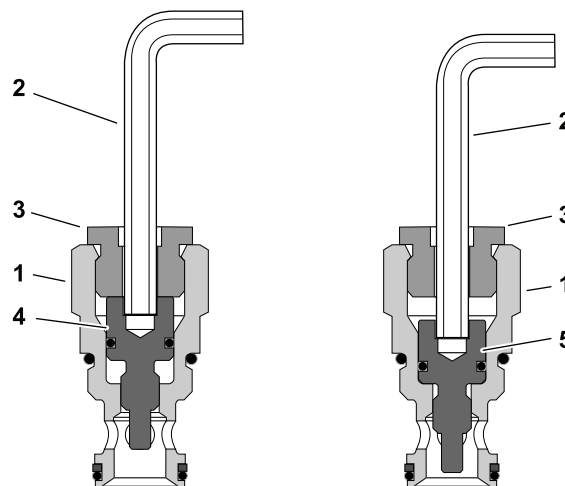

Figura 64
3. Ponga los émbolos en la posición de desvío insertando una llave allen (6 mm) a través del tapón y girando el émbolo en sentido horario hasta que haga tope; consulte Figura 64. Repita este paso con cada tapón (4 en total).